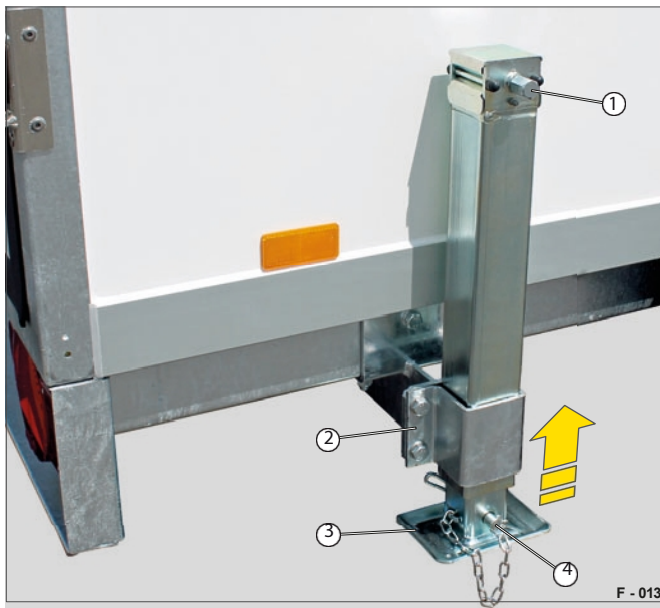

Fig. 12 Teleskopisk sveivstøtte i kjørestilling
► Før kjøring må du kontrollere at nivelleringsfoten (fig. 12/3) på alle støtter er trukket helt inn og sikret med låsepinnen og braketten (fig. 7/4).
► Plasser sveiven på sveivfestet (fig. 12/3).